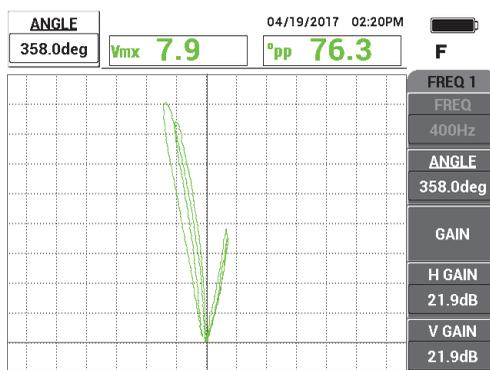

Рис. 5-215 Настройка усиления и угла
7. Настройте УГОЛ (см. Рис. 5-215 на стр. 295).